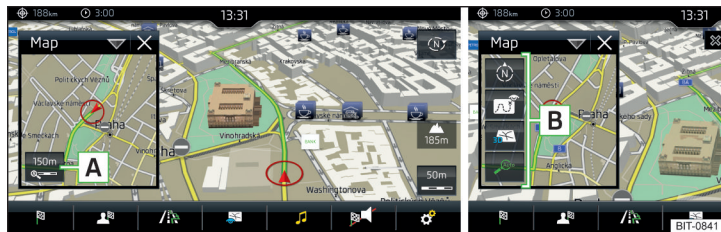

Fig. 232 Mapa en la ventana adicional
► Pulse en la ventana adicional la superficie funcional **A** » fig. 232.